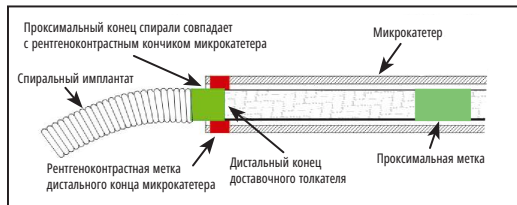

Рис. 4. Расположение кольцевых меток для отсоединения
29. Продвигайте спираль в нужное место до тех пор, пока рентгеноконтрастная метка на доставочном толкателе не совпадет с рентгеноконтрастной меткой дистального конца микрокатетера или не окажется немного дистальнее ее, причем зона отсоединения должна быть расположена непосредственно за кончиком микрокатетера. См. рис. 4.